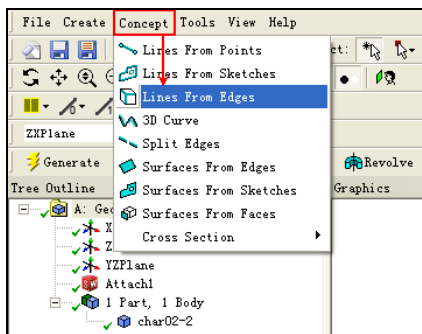

图 2-66 执行生成线体命令
**步骤 01** 选择菜单栏中的 Concept (概念) → Lines From Edges (边生成线体) 命令, 如图 2-66 所示执行从边生成线体命令。